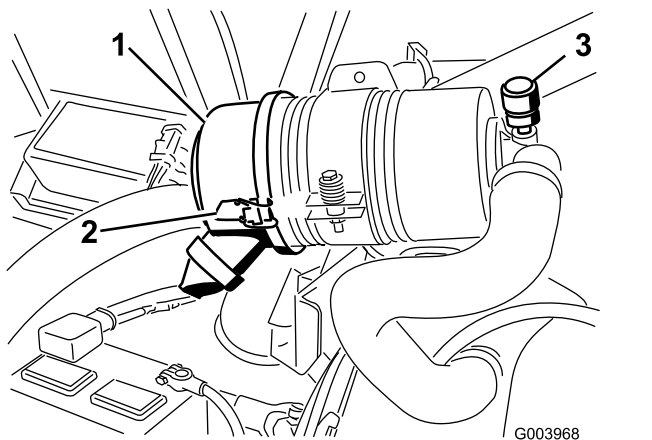

Figura 46
Effettuate la manutenzione del filtro dell'aria quando l'indicatore (Figura 46) lo richiede. Sostituendo il filtro dell'aria prima del necessario si aumenta il rischio che la morchia penetri nel motore quando si toglie il filtro.
- Rilasciate i fermi che fissano il coperchio del filtro dell'aria al relativo corpo (Figura 46).